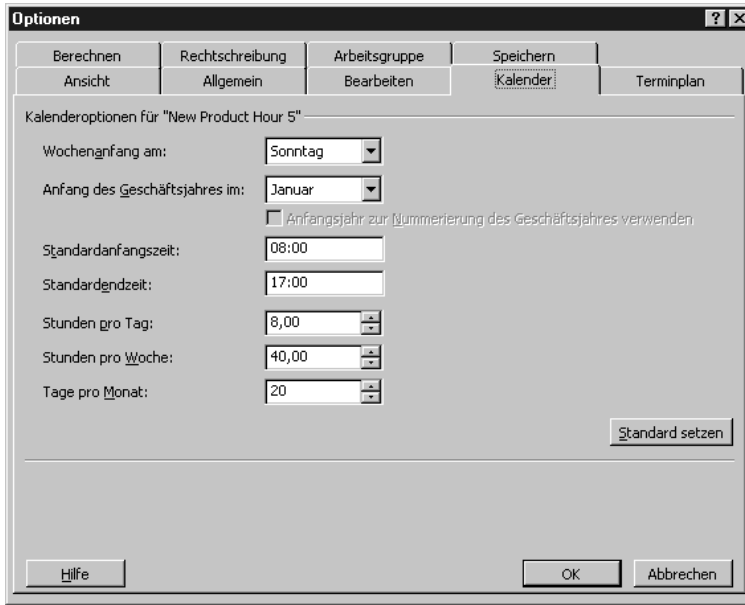

Abbildung 4.10:
6. Deshalb verlangt Project von Ihnen eine Definition des Arbeitstag oder der Arbeitswoche, mit der eindeutige Einheit Stunden. Die Standardwerte sind ein 8-Stunden-Arbeitstag und eine 40-Stunden-Woche (siehe Abbildung 4.10). Dies sind die ungefähren Standardwerte für Angestellte, zumindest in den USA. Wenn Sie also schätzen, dass ein Vorgang eine Woche dauern wird, denkt Project, dass Sie eine Arbeitswoche meinen oder 40 Stunden. Diese 40 Stunden sind auf fünf Tage mit jeweils acht Arbeitsstunden verteilt. Wenn Ihr Unternehmen andere Standardwerte für die Stunden pro Tag oder pro Woche verwendet, dann müssen Sie diese Definitionen in Project ändern. So können Sie dann die Begriffe einheitlich in Project und bei einer Besprechung verwenden.
1. Gehen Sie auf EXTRAS, OPTIONEN. Das Dialogfeld OPTIONEN wird angezeigt. Wählen Sie die Registerkarte KALENDER aus (siehe Abbildung 4.10).